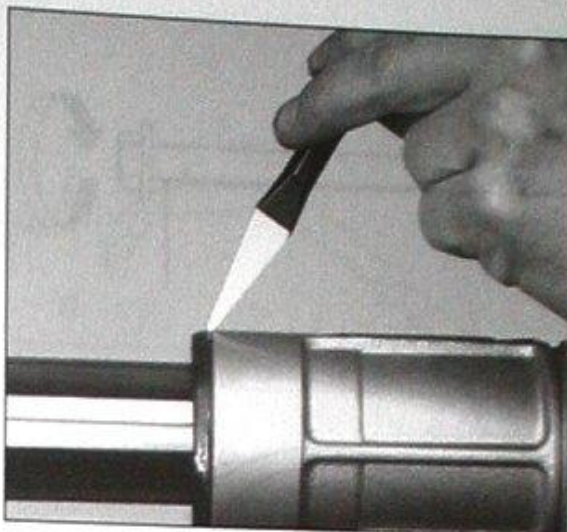
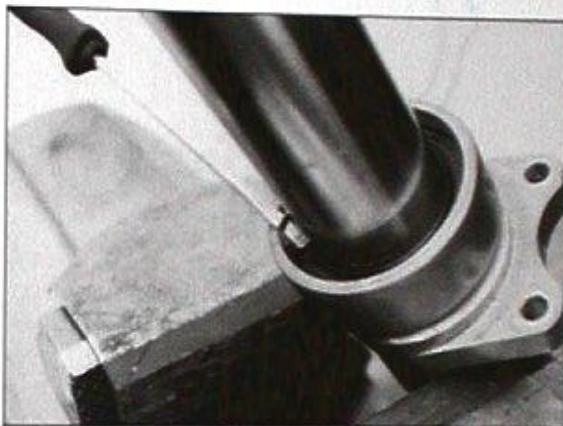

Bild 262
Bild 263
- Staubmanschette mit kleinem Schraubendreher von Sitz loshebeln (Bild 262) und Anschlag-Federring aushebeln (Bild 263).